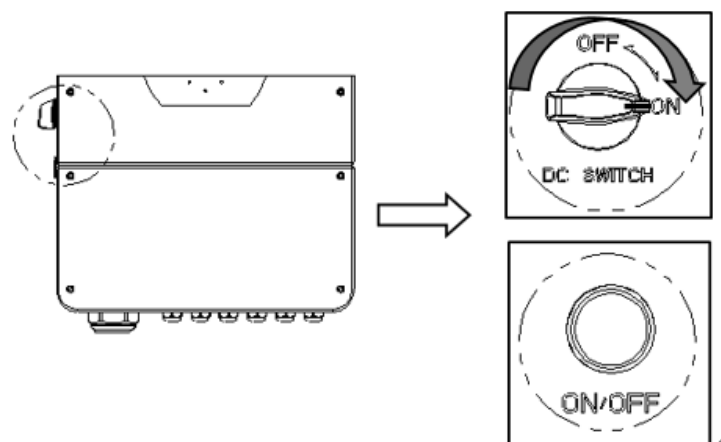

Abbildung 4.2.3
Schritt 4: Stellen Sie den DC-Schalter des Wechselrichters auf "ON" (Abbildung 4.2.3).